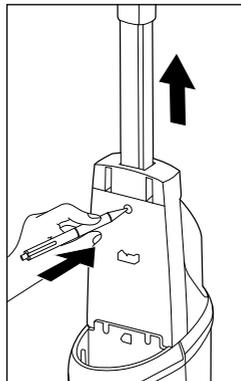

Abb. 2
► Wenn Sie das Handteil **1** vom Gerät abmontieren möchten, müssen Sie zuerst den Frischwasserbehälter **11** entfernen (siehe Kapitel **Frishwasserbehälter auffüllen**). Wenn Sie den Frischwasserbehälter **11** entfernt haben, drücken Sie die Einrastung des Handteils **1** mit einem spitzen Gegenstand aus der Einrastöffnung. Anschließend können Sie das Handteil **1** wieder aus dem Gerät ziehen (siehe Abb. 2).